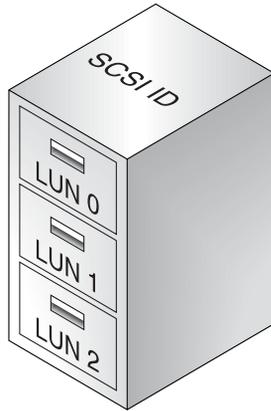

図 8-1 SCSI/FC ID を表すファイルキャビネット
図 8-1 は、システムドライブとホスト ID/LUN の対応付けの概念を示しています。FC ID や SCSI ID はキャビネット、LUN はその引き出しに例えることができます。各キャビネット (ID) に、最大 32 個の引き出し (LUN) を備え付けることができます。データは FC ID または SCSI ID の LUN のうち 1 つに保存できます。ほとんどの FC ホストアダプタは、LUN を別の FC デバイスまたは SCSI デバイスとして扱います。